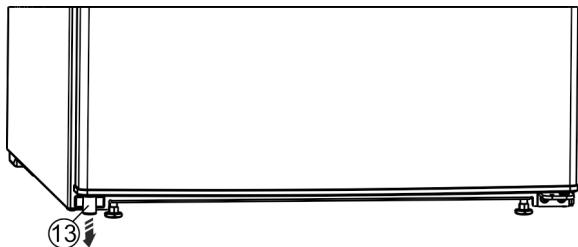

Fig. 13 *
- Hiqni nga dera pjesën distancuese Fig. 13 (13) majtas poshtë.*